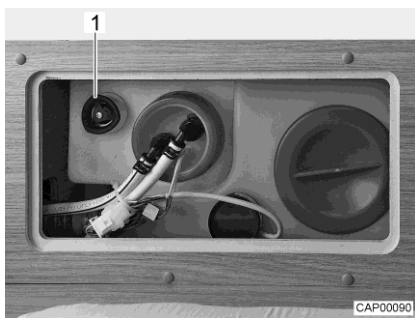

Bild 103 Vattentank med ratt
- Vrid ratten (Bild 103,1) på vattentanken medurs till stoppläget.
- Vrid ratten (Bild 103,1) på vattentanken moturs till motståndet. Vattnet rinner ut tills ca 20 liter är kvar.